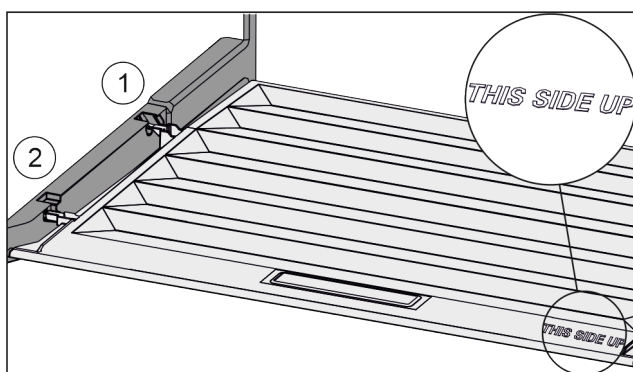

Fig. 44
- ▶ Вставить поперечные ребра крышки через отверстие заднего держателя Fig. 44 (1) и защелкнуть спереди в держателе Fig. 44 (2).